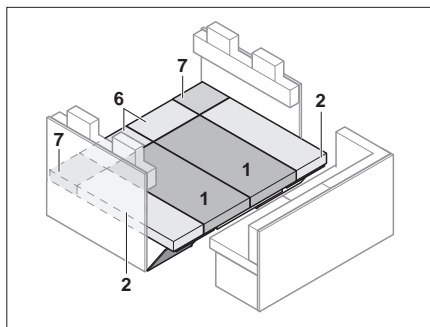

Fig. 155 Après la transformation
- Placer les coussins d'assise, les dossiers et les coussins supplémentaires comme montré en Fig. 155.